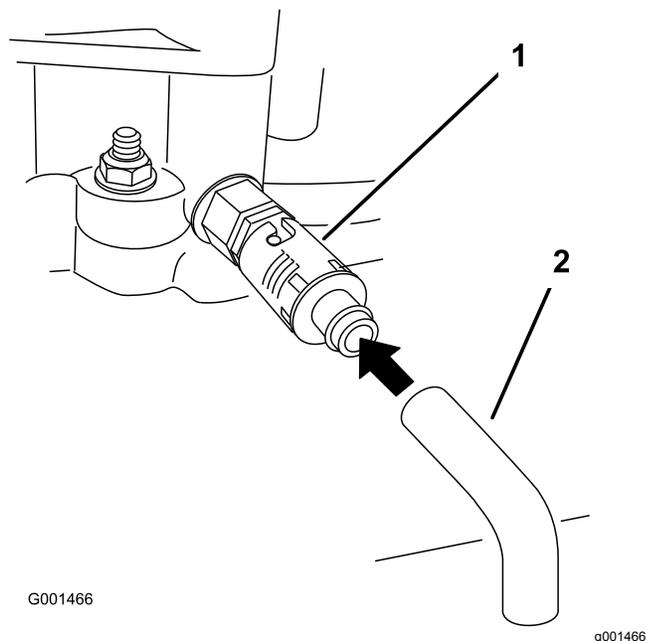

Figure 27
Remarque: Tournez le robinet de vidange d'huile pour permettre à l'huile de s'écouler (Figure 27).
7. Enlevez le flexible de vidange (Figure 27).